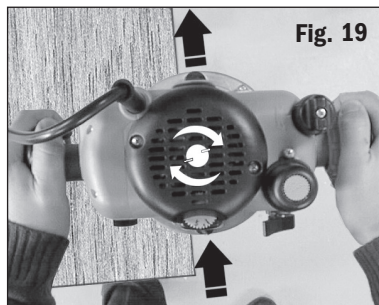

Fig. 19
- Muovere sempre in direzione contraria alla direzione di rotazione della fresa (in senso orario, come indicato dalle frecce sulla base della fresatrice). **Fig. 19.**